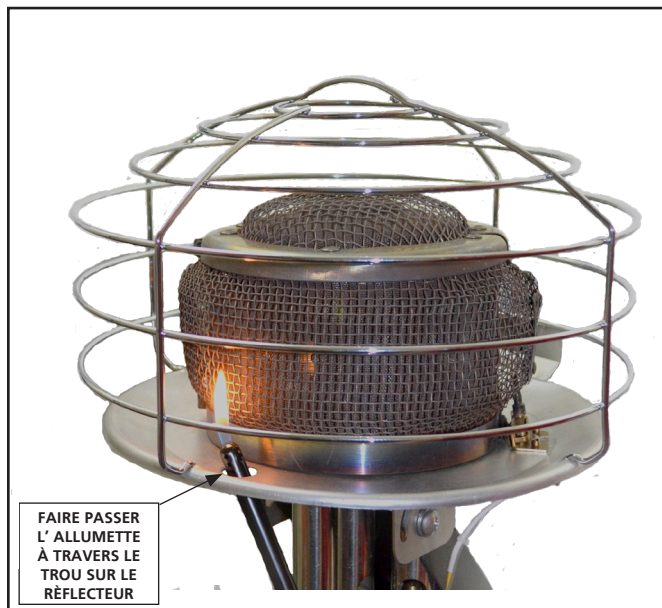

Figure 5
- D. Pour allumer le MH540T, appuyer et maintenez la valve de sécurité. tout en maintenant la valve de sécurité, immédiatement allumer le chauffage à travers le trou sur la base du réflecteur Figure 5